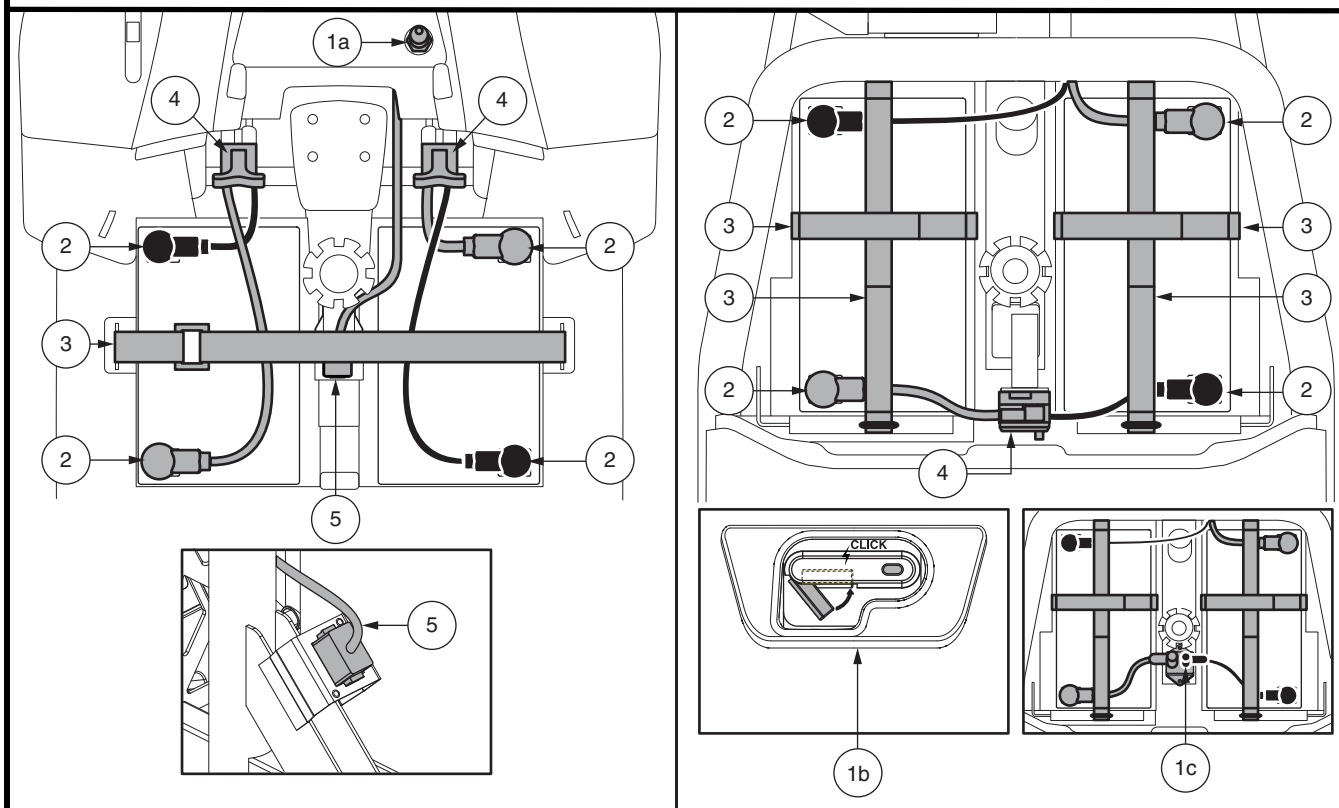

Figura 14. Rimozione della batteria/ installazione di terminali e connessioni
3. Per tutti i modelli ECCEPTE i mod 614 e 714, scollegare le connessioni telaio anteriore-posteriore. Staccare entrambi i connettori della batteria tirandoli fuori dalla morsettiera. Vedere figura 14.
- 6. Posizionare la batteria nuova nell'alloggiamento corrispondente. Orientare i poli di ciascuna batteria in direzione opposta al sellino con il polo positivo (+) e negativo (-) posizionati come illustrato nella figura 14.